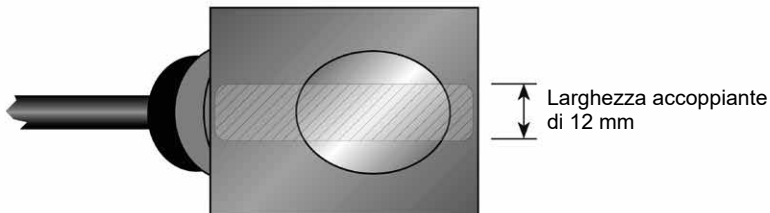

Fig. 21 - Applicazione del grasso accoppiante acustico
- 5) Per il montaggio dei trasduttori UTT10-050S, UTT10-050L e UTT10-050H, disporre una singola striscia d'accoppiante della larghezza di circa 12 mm, sulla superficie piana d'appoggio del trasduttore, come indicato in Fig. 21. Normalmente, per favorire l'accoppiamento acustico con il materiale della tubazione, s'impiega una pasta siliconica; tuttavia, può andar bene qualunque grasso che alla temperatura d'esercizio consenta una trasmissione delle onde acustiche stabile ed uniforme.